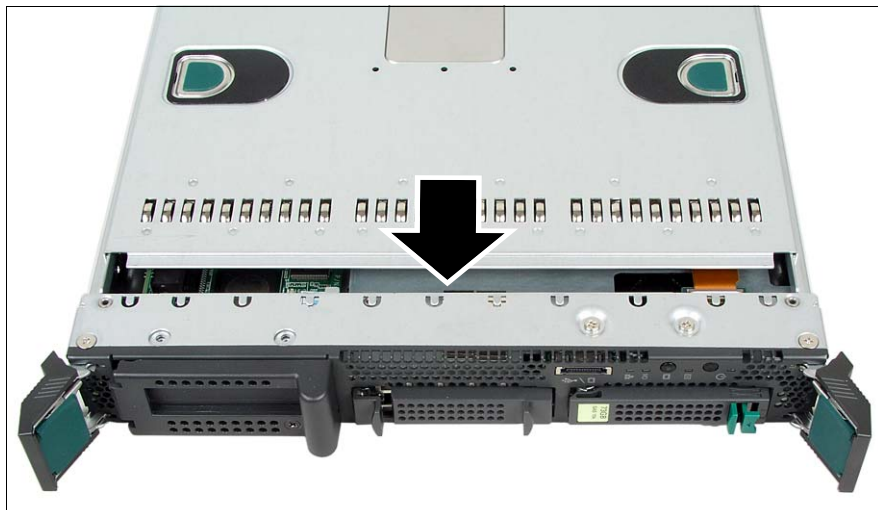

Bild 28: Server Blade schließen
- ▶ Schieben Sie den Deckel in Pfeilrichtung (siehe Bild 28) nach vorne, bis er einrastet.